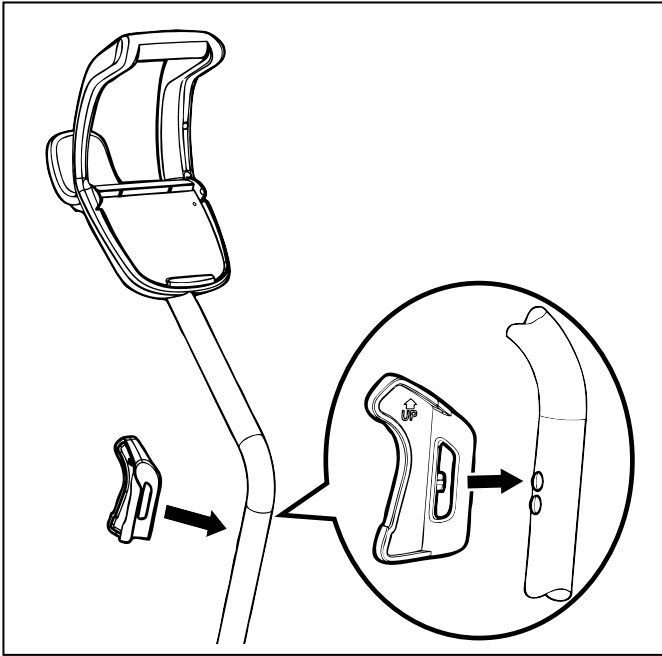

Figure 7. Mettre en place l'attache du robot nettoyeur
8. Aligner les broches des attaches du robot nettoyeur sur les trous supérieurs de la tige de manutention et encliquer en place (Figure 7).